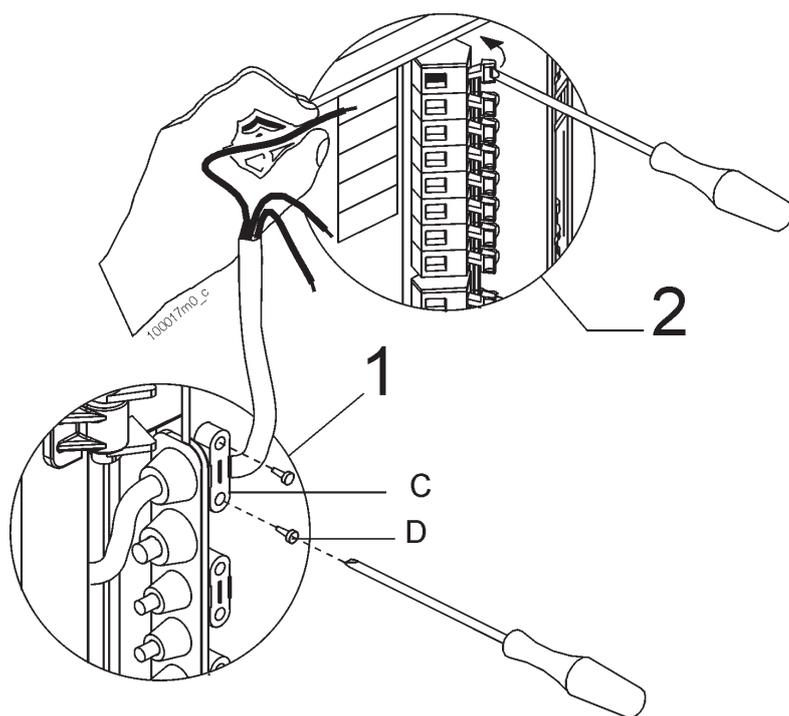

Figura 23 - Collegamento alimentazione
- Per collegare i cavi premere col cacciavite nelle leve di apertura della morsettieria come illustrato in figura 23.
Per collegare i cavi premere col cacciavite nelle leve di apertura della morsettiera come illustrato in figura 23.